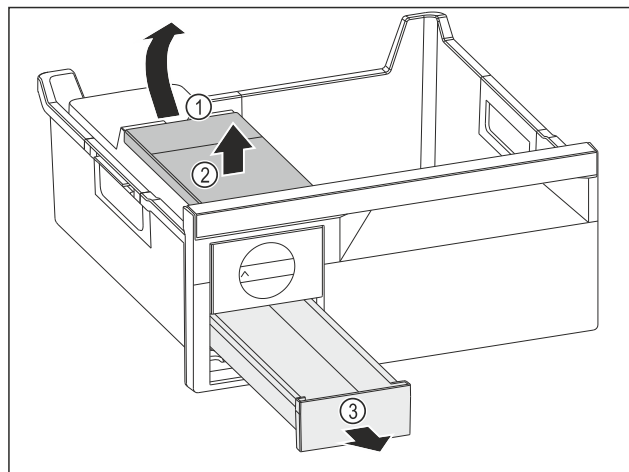

Fig. 90
- ▶ Estrarre il serbatoio dell'acqua: Sollevare il serbatoio dell'acqua nel vano Fig. 90 (1).
- ▶ Estrarre il serbatoio dell'acqua Fig. 90 (2) verso l'alto.
- ▶ Estrarre il cassetto del ghiaccio Fig. 90 (3) in avanti.